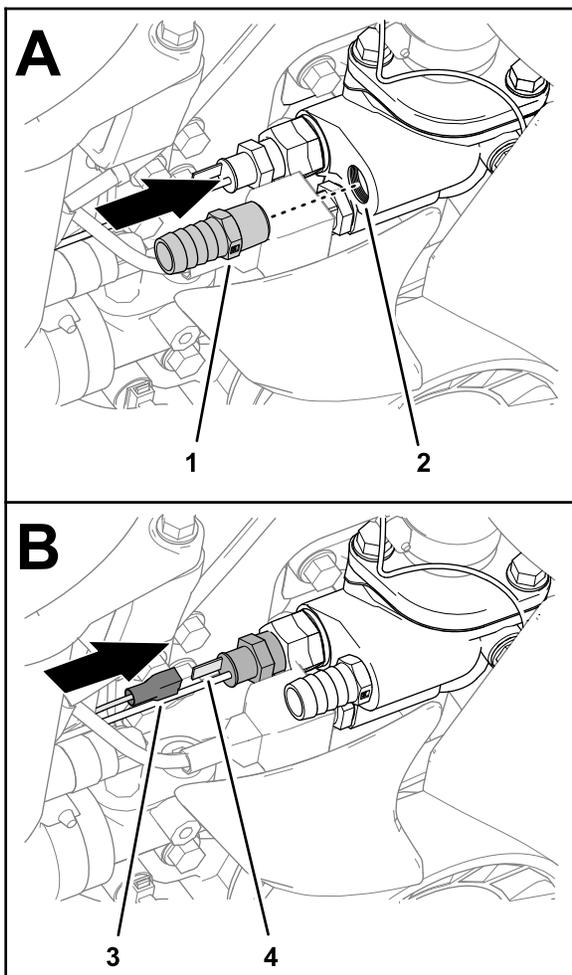

Figura 25
7. Montate il raccordo dentellato nel foro posteriore dell'alloggiamento della pompa dell'acqua (Figura 25) e serrate il raccordo di 2–3 giri oltre il serraggio manuale.